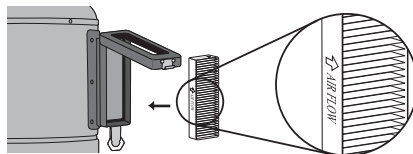

figure 10
3. Insérer le nouveau filtre. S'assurer que la flèche imprimée sur le filtre pointe vers l'extérieur (**figure 10**).